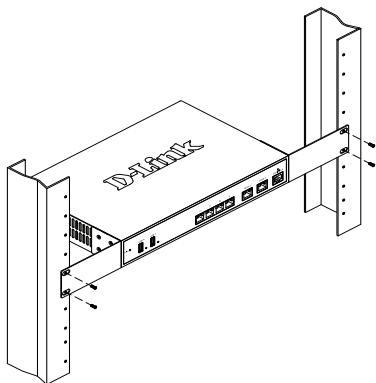

Figure 4. Installation du contrôleur sans fil dans un bâti de taille standard
2. Ensuite, utilisez les vis fournies avec le bâti pour monter le périphérique dedans, comme illustré à la Figure 4.